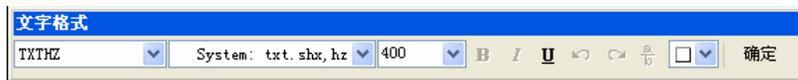

图 9-1-69
- STEP 03** 单击窗口缩放按钮 ，将绘制的圆放大，单击“绘图”工具栏中的“多行文字”按钮 ，用鼠标在圆中单击一下，并拖出一个适当大小的矩形框，再单击一下鼠标，弹出一个编辑文本的窗口，其设置如图 9-1-69 所示。
- STEP 04** 在编辑文本的窗口中输入 1，并单击如图 9-1-69 所示中的“确定”按钮。